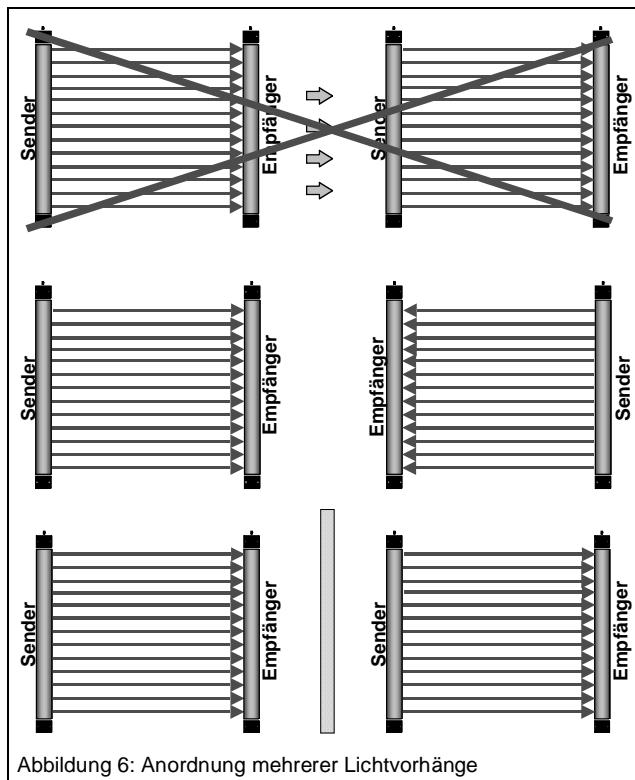

Abbildung 6: Anordnung mehrerer Lichtvorhänge
- beim Einsatz mehrerer Lichtvorhänge nahe beieinander kein Sendelicht auf einen Empfänger eines anderen Systems gelangen kann. Die Lichtvorhänge können sich unter Umständen gegenseitig beeinflussen. Bei Durchladeaufzügen sollten deshalb Sender- und Empfängerleiste der beiden Zugänge wechselseitig angeordnet werden (Abbildung 6).